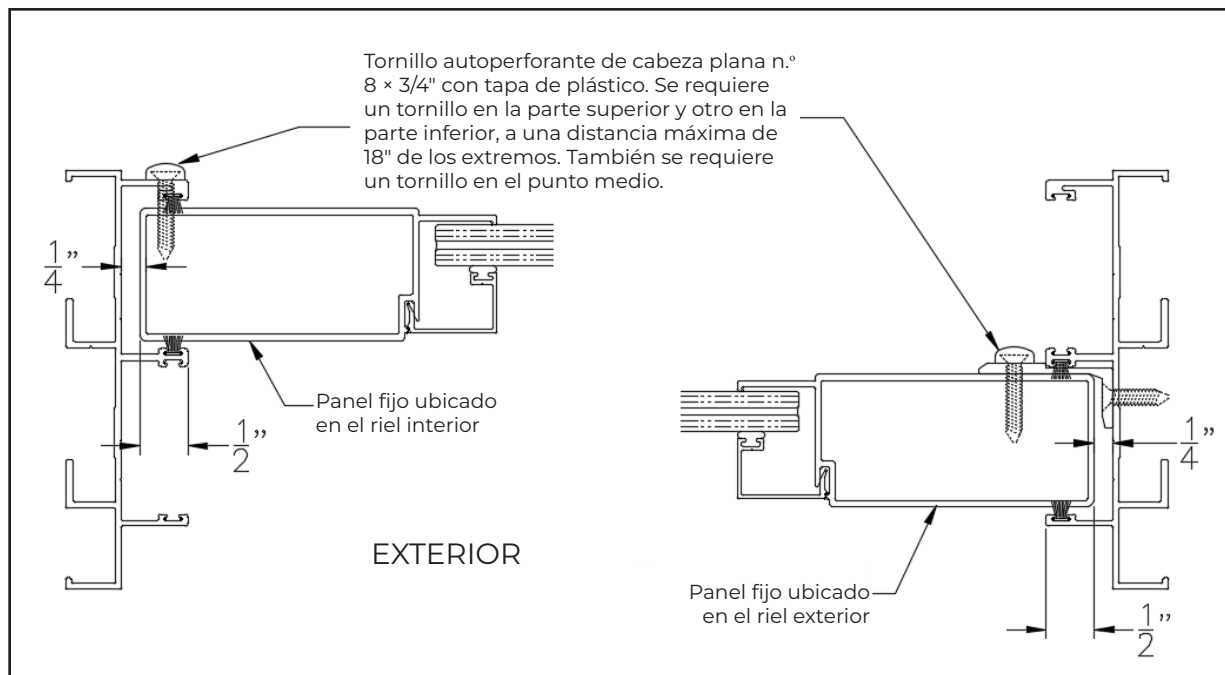

FIGURA 8
3. Paneles fijos: Fije el panel fijo a la jamba (figura 8). Estos paneles no tienen rodillos.